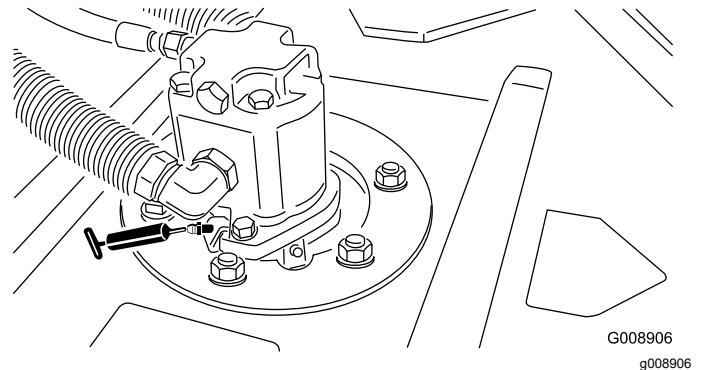

Figura 44
- Cojinetes de los ejes de las unidades de corte (2 por unidad de corte) (Figura 44)